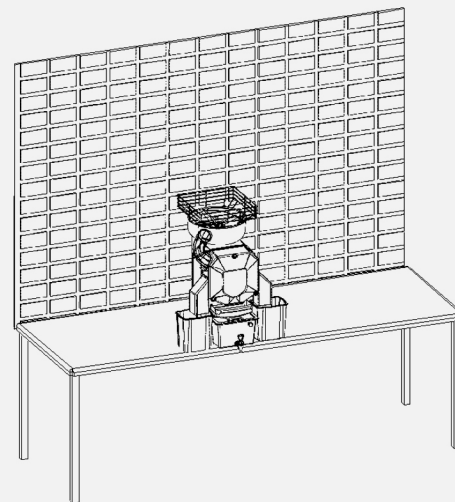

Рисунок 1
- Очень важно чтоб оборудование было установлено на ровной поверхности. (Рисунок 1)
- ✓ Очень важно чтоб оборудование было установлено на ровной поверхности. (Рисунок 1)